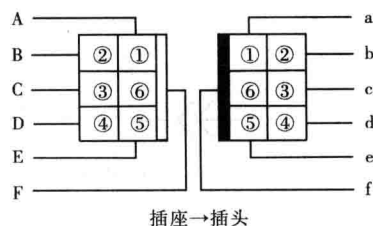

图 1-7 插接器的连接方法
插接器连接后,其导线的连接关系如图 1-7 所示。例如 A 线的插接孔①与 a 线的插头①是相配合的,其余依次类推。